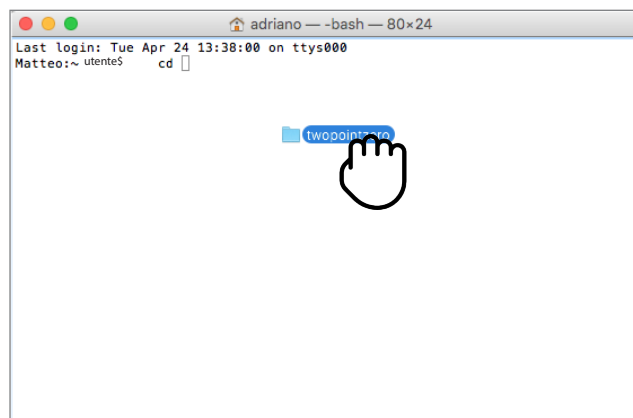

Figura 2-44
- trascinare la cartella **"TwoPointZero InnovAPP versione desktop - MAC"** nella finestra di comando (Figura 2-44) e premere Invio